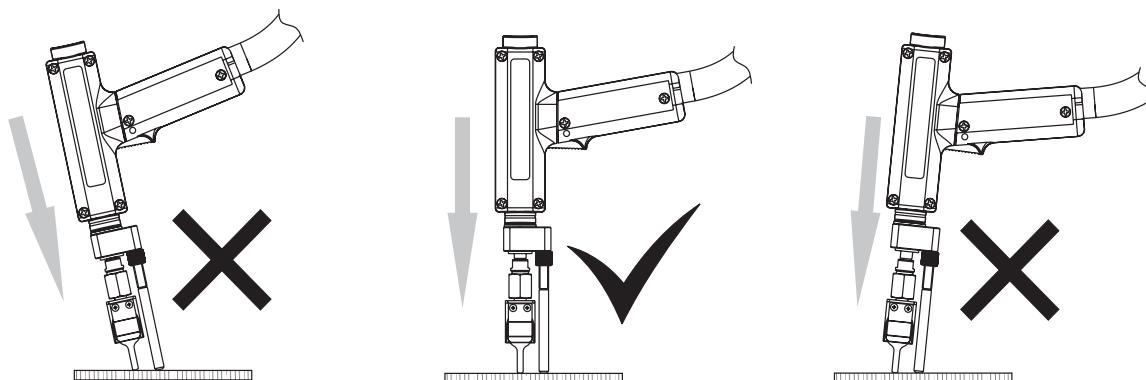

Fig.7
- ④ Ne pas placer le corps dans les câbles de soudure. Garder les deux câbles de soudure sur le même côté du corps.
- ④ Lorsque cela est possible, rassembler les câbles de soudure en les fixant avec du ruban adhésif.
- ④ Raccorder le câble de masse à la pièce à usiner le plus prêt possible de l'endroit à souder.
- ④ Ne pas souder en tenant la soudeuse suspendue à votre corps.
- ④ Maintenir votre tête et votre buste le plus loin possible du circuit de soudure. Ne pas travailler en étant proche de la soudeuse, ou assis près d'elle ou encore en étant appuyé à la soudeuse. Distance minimum: **Fig 7 Da** = cm 50; **db** = cm.20.